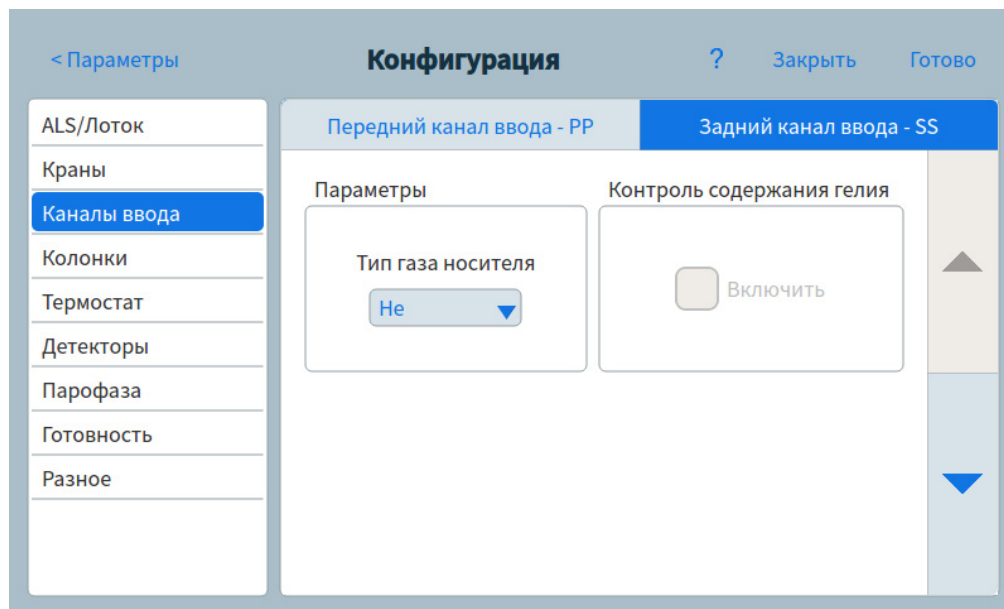

Рис. 54. Страница каналов ввода
- 1 Выберите **Параметры > Конфигурация > Каналы ввода**. Справа появятся параметры для выбранного типа устройств. См. **Рис. 54**.